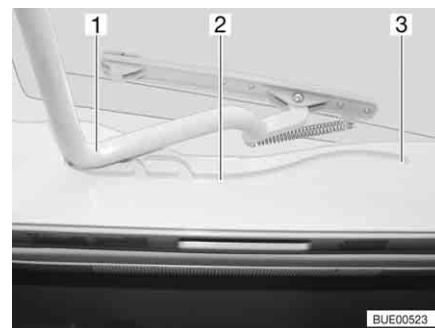

Fig. 64 Oblò Heki, guida
■ Tirare la staffa (Fig. 64,1) nelle guide (Fig. 64,2) fino alla posizione più all'indietro (Fig. 64,3).
Chiusura: ■ Spingere la staffa (Fig. 64,1) leggermente verso l'alto con ambedue le mani.
■ Tirare la staffa nelle guide (Fig. 64,2) fino alla posizione desiderata.